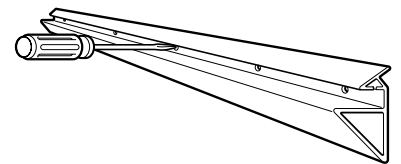

Figure 2
Étape 3: Fixez en place le support de tablette par le trou central à l'aide d'une des trois vis fournies. Serrez la vis en permettant une légère rotation du support de tablette, tel qu'illustré à la **Figure 2**.